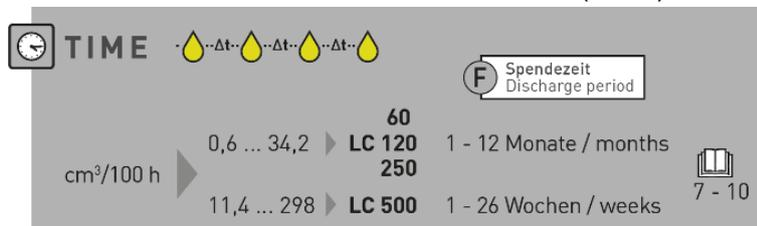

Abbildung 1: Betriebsmodus TIME neue Ausführung mit vier LC Größen (LC60 bis LC500)
- Erweiterung der Einstellparameter beim Betriebsmodus TIME (vgl. Abbildung 1):